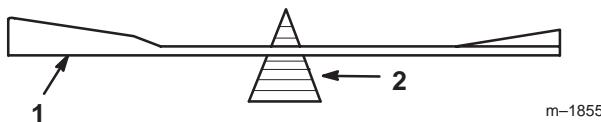

Bild 37
2. Überprüfen Sie die Auswuchtung des Schnittmessers auf einer Messerwaage (Bild 37). Wenn das Schnittmesser in seiner horizontalen Position bleibt, ist es ausgewuchtet und kann wiederverwendet werden. Feilen Sie, wenn das Schnittmesser unwuchtig geworden ist, ein wenig Metall vom Ende des Windflügelbereichs ab (Bild 35). Wiederholen Sie diesen Vorgang, bis das Messer ausgewuchtet ist.